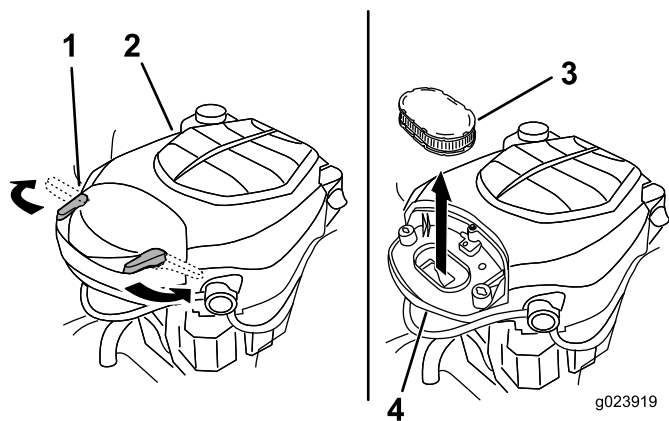

Figura 27
2. Retire la tapa para tener acceso al elemento del limpiador de aire (Figura 27).
6. Instale la tapa y sujétela con los enganches (Figura 27).